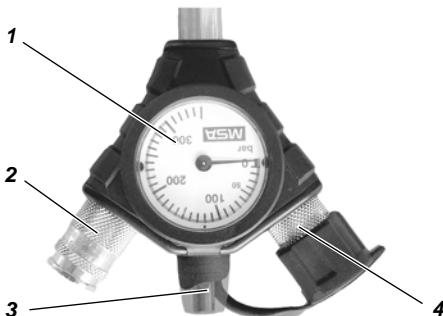

Fig. 3 Combo-drukmeter
De combo-drukmeter (zie Fig. 3) is verbonden met het uiteinde van de multikanaalslang. Hij bestaat uit de drukmeter (1) zelf, de koppeling voor het ademautomaat (2) en eveneens uit een akoestische waarschuwingsvoorziening (3) (fluitsignaal). Hij activeert een continu alarmsignaal wanneer de cilinderdruk daalt onder 55 ± 5 bar. De tweede aansluiting (4) verbindt een tweede ademautomaat (bijv. back-up set).